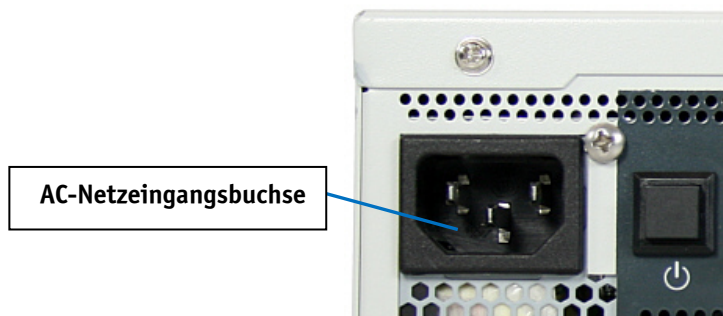

Abb. 22: AC-Anschluss an der Vorderseite
Die KBox B-101 kann an einen AC-Versorgungsstromkreis mittels eines AC-Netzkabels angeschlossen werden (siehe Abb. 22).
1. Stecken Sie das entsprechende Ende des mitgelieferten AC-Netzkabels an die Netzeingangsbuchse (Abb. 9, Pos. 1, Abb. 22). Die Netzeingangsbuchse befindet sich an der Frontseite der KBox B-101.